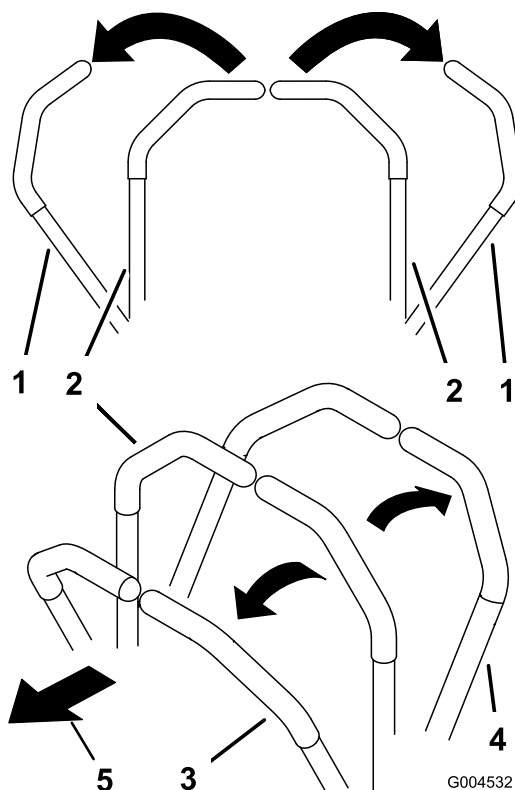

Figura 22
1. Mettete tutte le stegole di comando bloccate in folle (Figura 22).